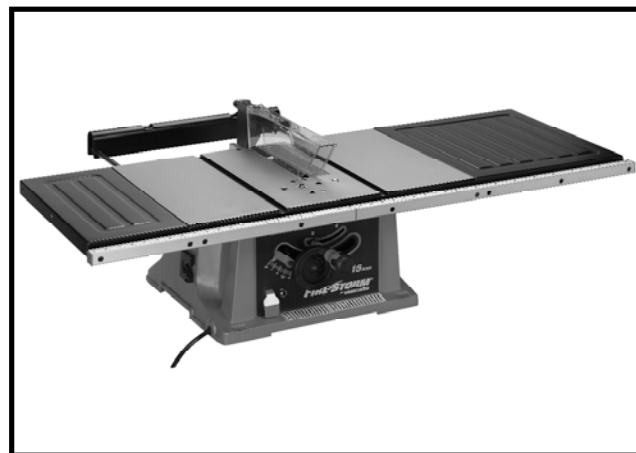

Fig. 20
3. La Fig. 20, ilustra los rieles de guía ensamblados correctamente a la mesa de la sierra y las bases de extensión.